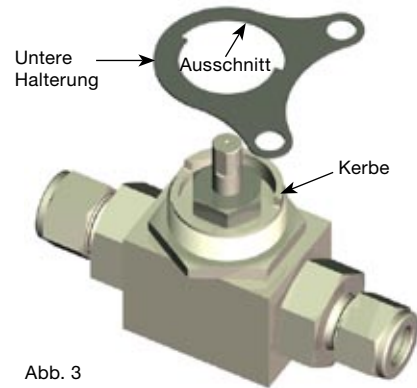

Abb. 3
3. Setzen Sie die **untere Halterung** auf den Hahn. Richten Sie dabei den **Ausschnitt** in der Halterung mit der **Kerbe** auf dem Hahn aus. Abb. 3.